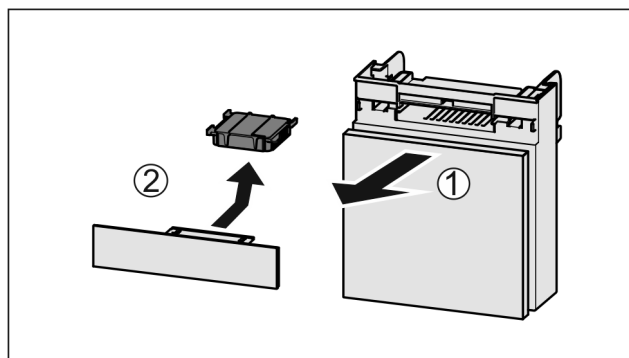

Fig. 183
- Zásuvku vytáhněte dopředu Fig. 183 (1).
- Filtr s aktivním uhlím vyjměte Fig. 183 (2).